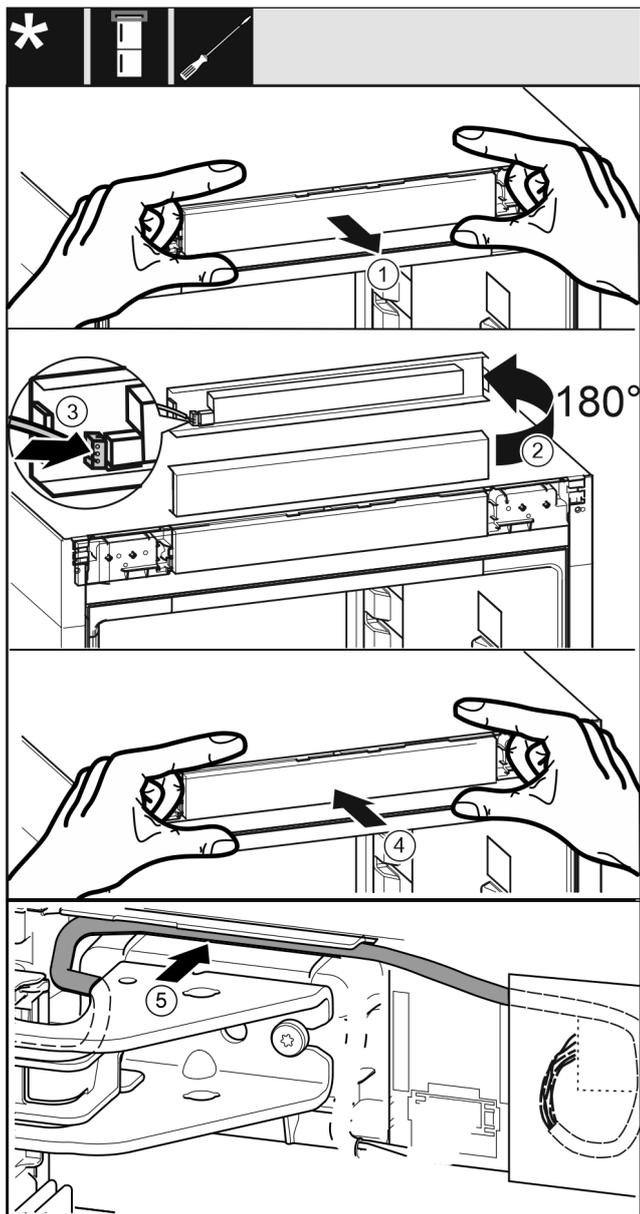

Fig. 43
- ▶ Retire con cuidado el panel de control. Fig. 43 (1)
- ▶ Gire el panel 180° hacia arriba. Fig. 43 (2)
- ▶ Encaje el conector en el panel de control. Fig. 43 (3)
- ▶ Vuelva a encajar el panel de control en el aparato. Fig. 43 (4)
- ▶ Coloque cuidadosamente el cable gris en la guía sobre el soporte de cojinete superior. Fig. 43 (5)